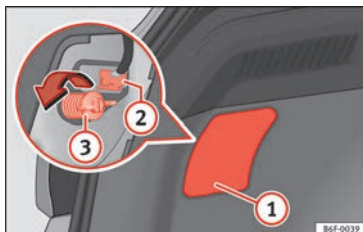
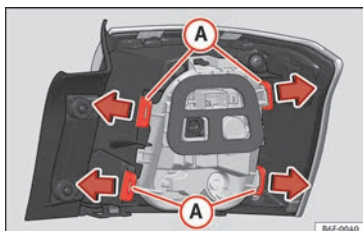

Abb. 115 Gepäckraum: Zugang zur Befestigungsschraube der Heckleuchte
Abb. 116 Befestigungslaschen Rückseite Heckleuchte.
3. Hebeln Sie die Abdeckung an der Aussparung » Abb. 115 ① mit dem flachen Teil des Schraubendrehers ab.
4. Ziehen Sie den Stecker von der Lampe ② ab.
5. Schrauben Sie mit der Hand oder mit Hilfe eines Schraubendrehers die Befestigungsschraube der Leuchte ③ heraus.
7. Bauen Sie den Lampenträger aus, indem Sie die Befestigungslaschen » Abb. 116 (A) entriegeln.